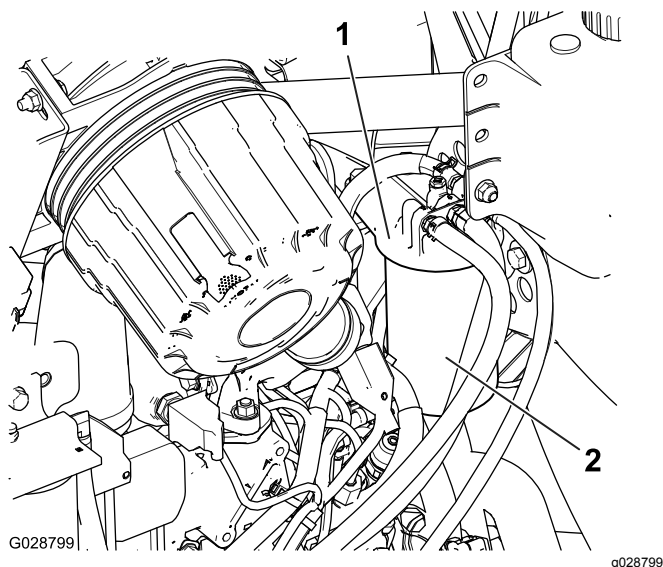

Figura 72
1. Pulite le superfici circostanti la testa del filtro del carburante (Figura 72).
2. Togliete il filtro e pulite la superficie di montaggio della testa del filtro (Figura 72).